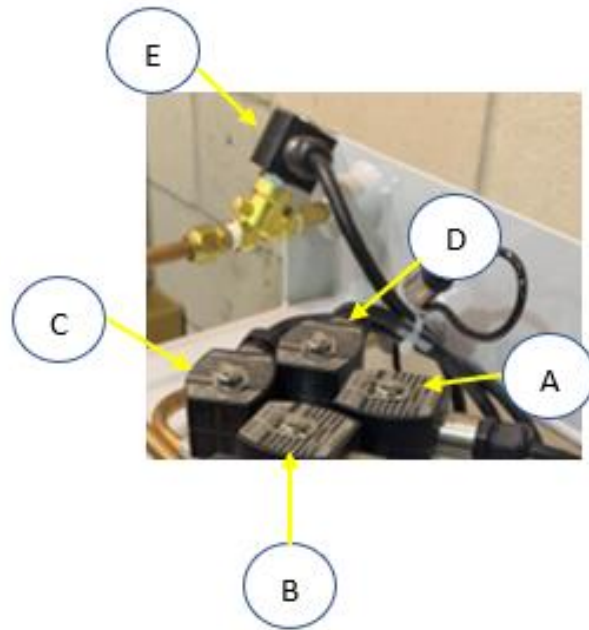

Figura 9-18: Válvulas del colector
1. Retire los solenoides A, B, C y D en el colector de las cuatro válvulas de control. No retire el solenoide E. **Vea la Figura 9-18.**